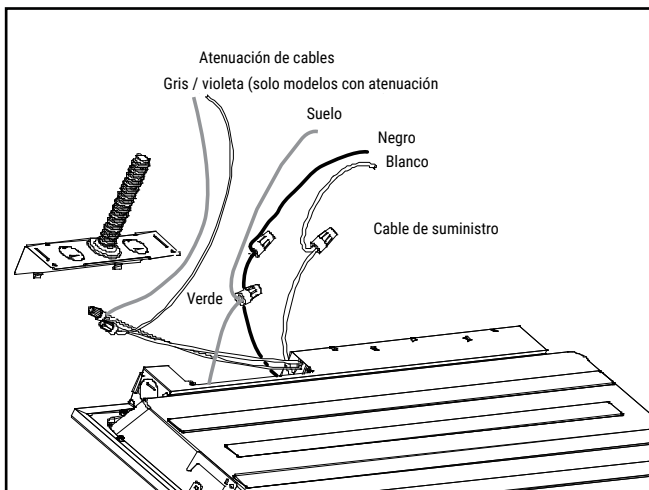

Imagen 4
7. Use el orificio ciego abierto para introducir el cable de suministro. Usando las tuercas de cable - (3 piezas 14 AWG y 2 piezas 8 AWG) conecte el cable de tierra con el cable de tierra de suministro, el cable negro al cable de suministro negro y el cable blanco (común) al cable de suministro blanco (Fig. 4)